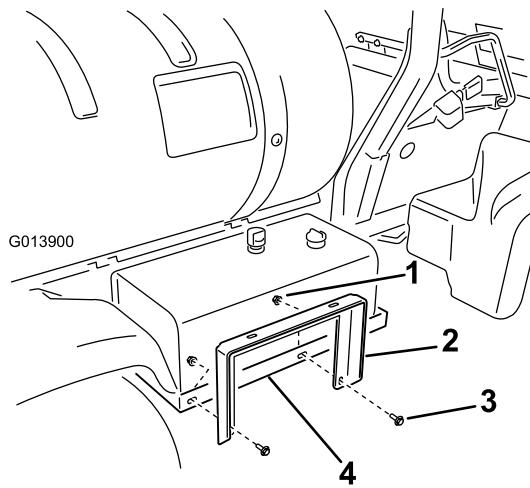

Figura 8
- Monte el soporte del carrete de la manguera en el soporte del depósito hidráulico (Figura 8) usando 2 pernos con arandela prensada (3/8 x 1 pulgada) y 2 tuercas con arandela prensada (3/8 pulgada). No apriete del todo las tuercas para poder ajustar la posición más tarde.
- Sujete el soporte del carrete de la manguera a las pletinas del carrete de la manguera (Figura 8) usando 2 pernos con arandela prensada (3/8 x 1 pulgada) y 2 tuercas con arandela prensada (3/8 pulgada).